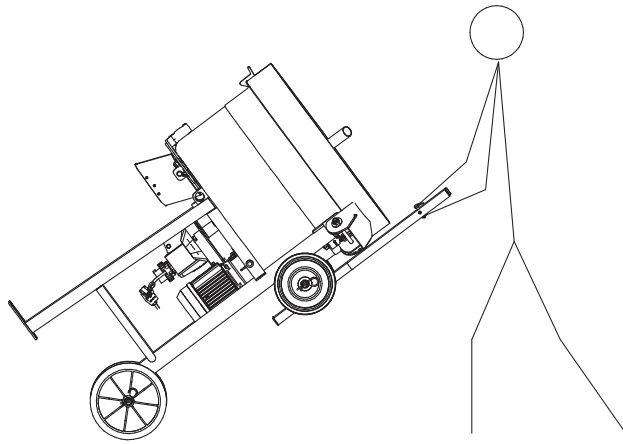

Fig.3
- La mezcladora se puede mover manualmente utilizando las asas específicas, como se muestra en la Fig.3.